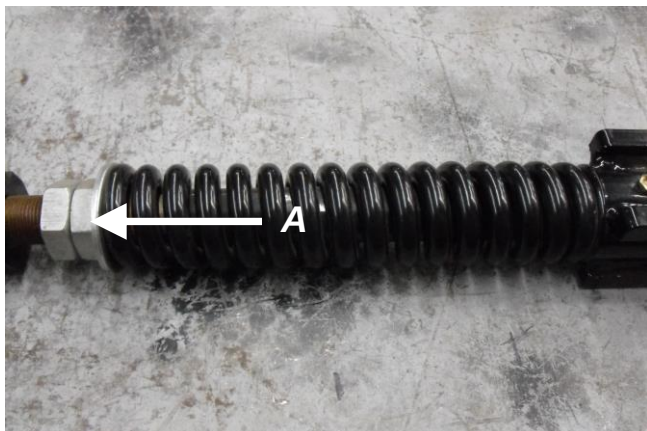

Figure 17A
- ☞ Si les disques situés sur l'aile flottante ont de la difficulté à pénétrer le sol, pour obtenir le parallélisme de vos deux sections de barre outil, il est possible d'ajuster la tension du ressort de l'ajustement flottant. Il suffit de desserrer le premier écrou et de comprimer le ressort avec le second. L'ajustement de base en usine est de 26,5 cm / 10½ po. [figure 17A, **A**]